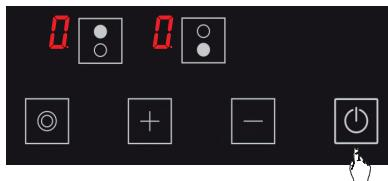

Figure 5
1. ⚡ Allumez la cuisinière en appuyant sur le bouton. (Voir Fig. 5)